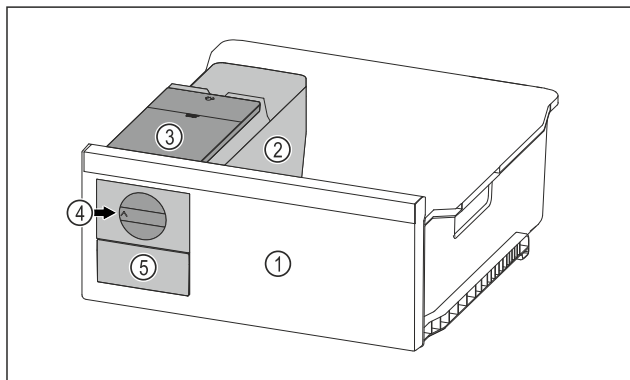

Fig. 257 Примерное изображение
- ▶ Поверните поворотную кнопку Fig. 257 (4) по часовой стрелке до упора.
- ▶ Кубики льда упадут из ванночки для кубиков льда в выдвижной ящик для кубиков льда Fig. 257 (5).